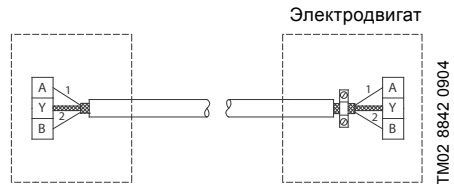

Рис. 12 Подключение 2-жильного экранированного кабеля
- Если при установке применялся 2-жильный кабель, подключение должно быть произведено, как показано на рис. 12.